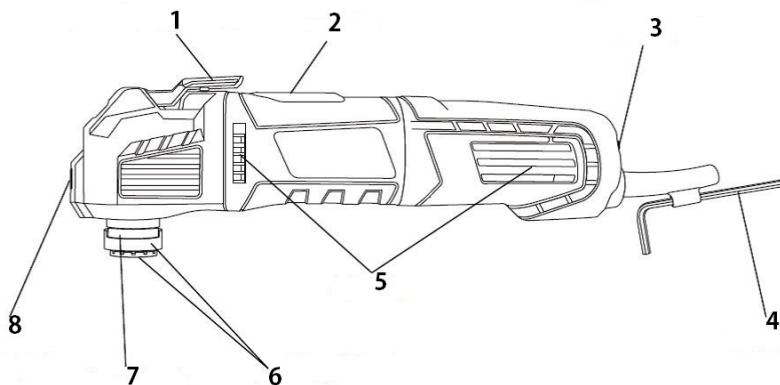
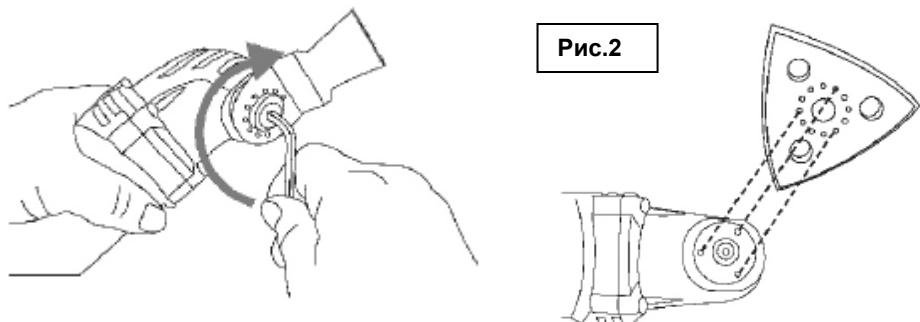

Рис. 1
Рис.2
### ОПИСАНИЕ ИНСТРУМЕНТА (Рис.1)
### Установка/смена рабочего инструмента (Рис.2).
- Поднимите рычаг механизма высвобождения оснастки (1, рис.1).
- Вставьте полотно с прорезью в зажим для ножей с прорезью (7, рис.1). Убедитесь, что пазы инструмента совпали со штифтами зажима.
- Опустите рычаг механизма высвобождения оснастки (1, рис.1).
- Для снятия рабочего инструмента отвинтите шестигранным ключом (4, рис.1) фиксирующий винт (Рис.2) и снимите рабочий инструмент.
- Установите рабочий инструмент в зажим для ножей без прорези (6, рис.1).
- Убедитесь, что пазы инструмента зашли в зацепление со штифтами зажима (Рис.2).
- Закрепите рабочий инструмент винтом. Хорошо затяните винт с помощью шестигранного ключа (Рис.2).